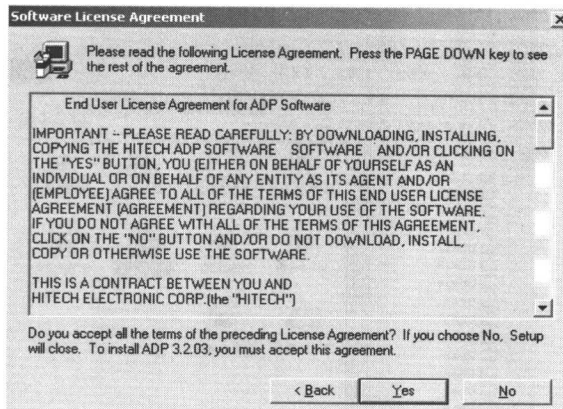

图 1.2.8 选择“Yes”
⑧ 阅读相关条款，如果同意安装点击“Yes”，不同意就点击“No”，如图 1.2.8 所示。